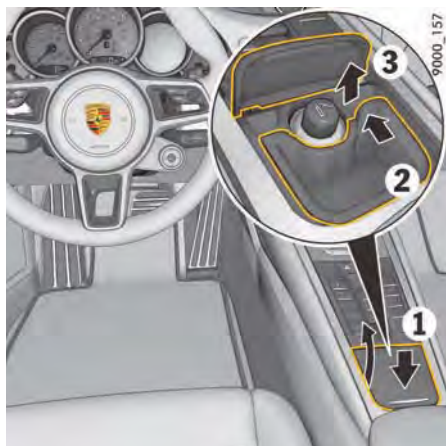

図107: 灰皿を開く/中身を空にする
1. 灰皿のリッドを短く押してください (図107、1)。
2. 灰皿インサートの右上を前方に押し、ロック解除してください (図107、2および3)。